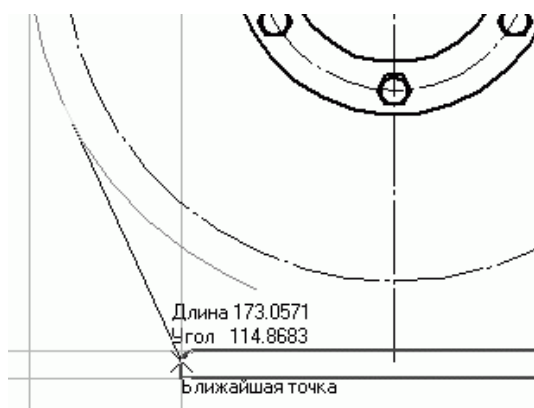

Рис. 2.114. Построение касательного отрезка
4. Выполните контур корпуса редуктора, отталкиваясь от точек пересечения вспомогательной геометрии. При построении контура стенки редуктора рекомендую воспользоваться инструментом Касательный отрезок через внешнюю точку панели Геометрия (рис. 2.114). В качестве кривой для касания укажите вспомогательную дугу, а начало этого отрезка должно совпадать с начальной (нижней) точкой дуги скругления изображения опорного фланца. Остальное изображение контура корпуса